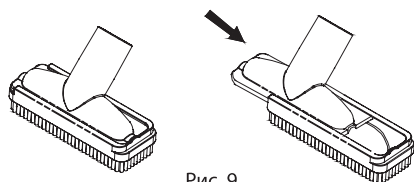

Рис. 9
• Насадка для жидкостей (11) используется для очистки пола как от жидкостей, так и от твердого мусора.
• Щелевая насадка (10) используется для чистки радиаторных батарей, уборки в проемах, углах, в области плинтусов и тд.
• Насадка для пыли (2 в 1) (12) используется для уборки пыли с любых типов поверхности таких, например, как: книги, жалюзи, решетки кондиционеров, абажуры ламп, полки и т.д. Без щетки насадка может использоваться для чистки мягкой мебели (Рис. 9).